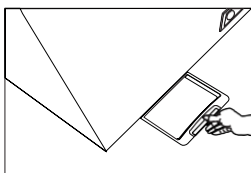

Figura 2
11. Retirar o bujão de drenagem, virando-o para fora. (Figura 2)